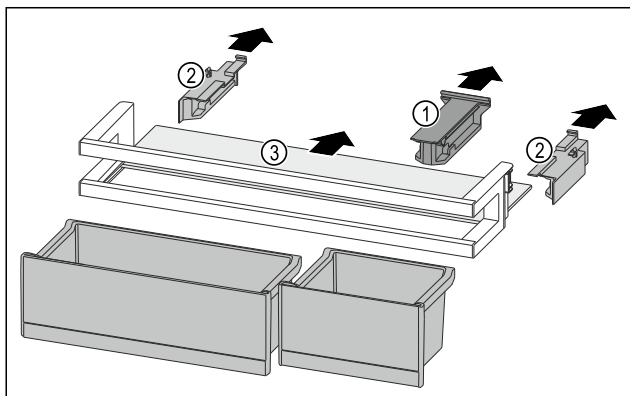

Fig. 96
- 拉出定位件 Fig. 96 (1)。
- 拉出侧面部分 Fig. 96 (2)。
- 取出搁板 Fig. 96 (3)。